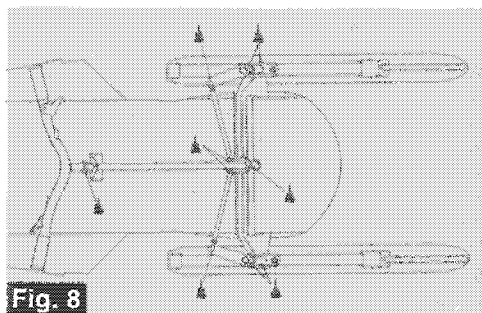

Fig. 8
Capot relevé, huilez (huile Ski-Doo ou de l'huile légère) les deux extrémités de chaque barre d'accouplement ainsi que les (2) coussinets de la colonne de direction (fig. 8).